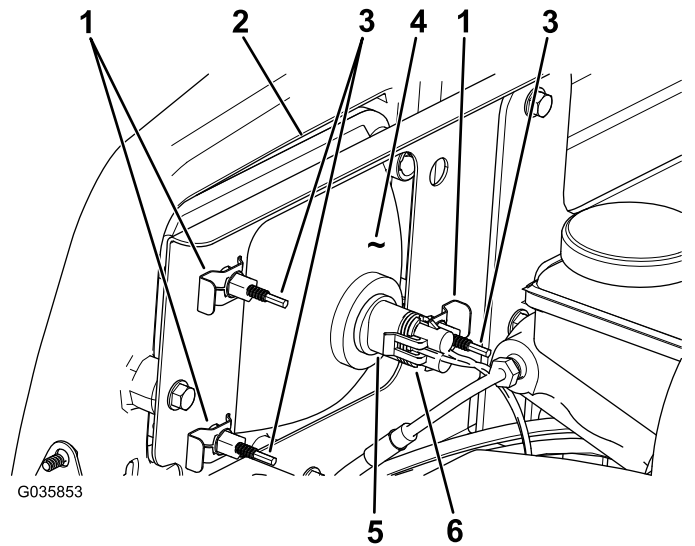

Figura 43
- Desconecte el conector eléctrico del arnés de cables del conector del conjunto de la lámpara (Figura 43).
- Retire los conectores rápidos que sujetan el faro al soporte del faro (Figura 43).
- Retire el faro desplazándolo hacia adelante y pasándolo por el hueco del parachoques delantero (Figura 43).
- Introduzca el faro nuevo a través del hueco del parachoques (Figura 43).
- Conecte el conector eléctrico del arnés de cables al conector del conjunto de la lámpara (Figura 43).
- En la parte trasera del faro, gire los tornillos de ajuste (Figura 43) para pivotar el conjunto y ajustar de la posición del haz de luz.